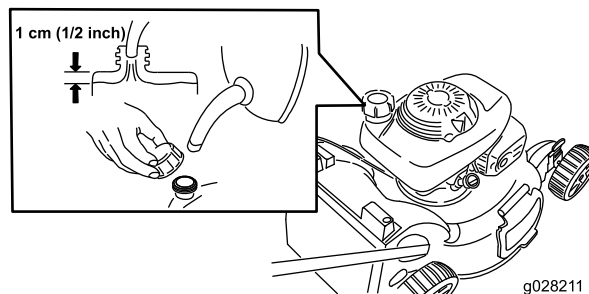

Figura 15
1. Pulite l'area intorno al tappo del serbatoio del carburante e togliete il tappo (Figura 15).